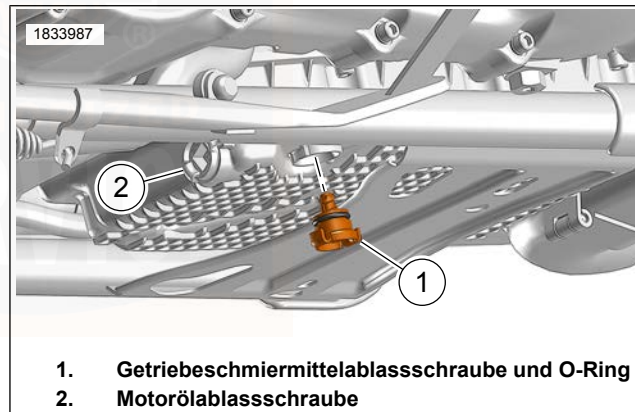

Abbildung 90. Getriebeölablassschraube
- a. Siehe Abbildung 90. Die Getriebeölablassschraube und den O-Ring (1) ausfindig machen.